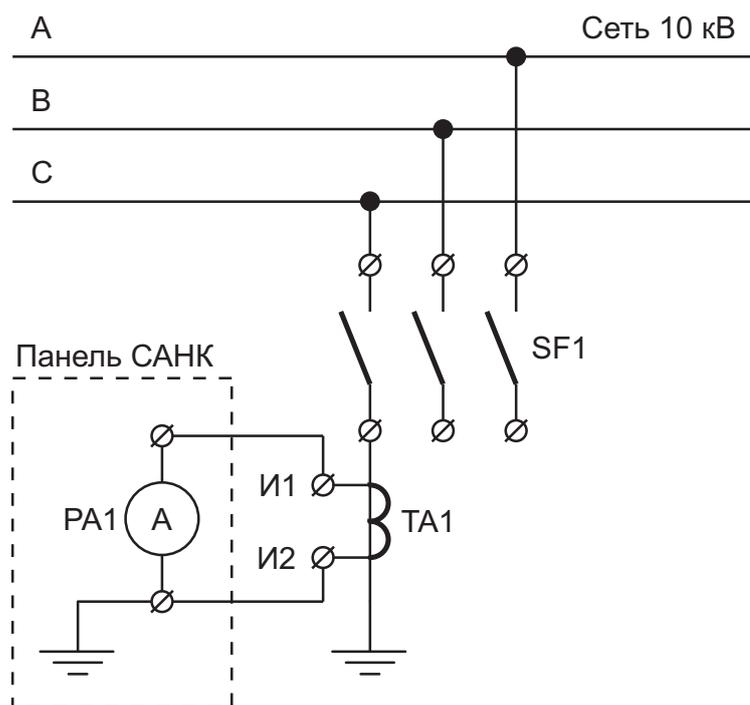

Рисунок 2.1 – Схема участка сети при проведении опыта ОЗЗ
- Собрать схему проведения однофазного замыкания (Рисунок 2.1);